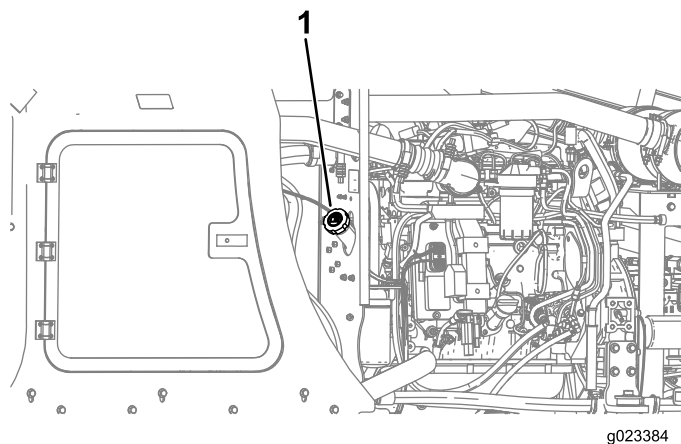

Figura 66
3. Retire el tapón del depósito de combustible (Figura 66).